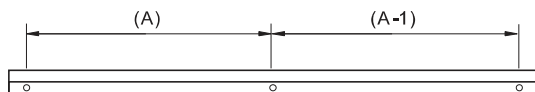

Fig. 1
1.2 När du har valt plats för spegelskåpet, kontrollera att väggen är stabil, mät avståndet mellan hålen (A, A-1) i aluminiumstången med ett måttband och markera det på väggen med en penna (fig. 1).